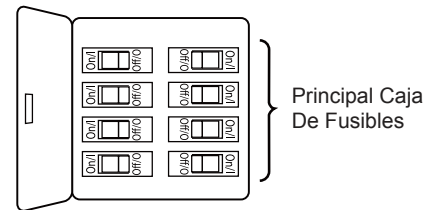

Figura 1
Uso de perfil bajo (Figura 1)
- 1. Extraiga la pieza de la bola colgante de la unidad de la bola colgante / varilla aflojando el tornillo de presión de la bola colgante hasta que la bola se libere de la varilla. Retire el pasador del barral y luego extraiga la semiesfera. Conserve el pasador y la semiesfera para su reinstalación en el Paso 6. (Figura 1)
Para evitar una posible descarga eléctrica, asegúrese de cortar la alimentación eléctrica de la caja de fusibles principal antes de colgar el ventilador. (Figura 1)
1. Para configurar el código de unidad del receptor. Deslice los interruptores de código a las mismas posiciones que en el transmisor. (Figura 1)
1. Instale la cubierta rotando la ranura clave en la cubierta sobre el tornillo de hombro del soporte del gancho, teniendo cuidado de no pillar los cables. Fije el tornillo de hombro. Instale adecuadamente y fije el segundo tornillo de hombro que fue anteriormente guardado. (Figura 1)
1. Asegure las tres palas usando los 3/16"-24 tornillo de cabeza troncocónica con arandela de resorte/arandela plana a través de los orificios ubicados en la parte inferior del motor. (Figura 1)
1. Extraiga uno de los tres tornillos del soporte ubicado en la parte inferior de la unidad del motor y guarde los tornillos para pasos posteriores. Afloje levemente los otros dos tornillos. (Figura 1)
El uso de un regulador de la intensidad completa (no incluido) para controlar la velocidad del ventilador dañará el dispositivo. Para reducir el riesgo de incendio o descarga eléctrica, no utilice dicho regulador para controlar la velocidad del ventilador. (Figura 1)